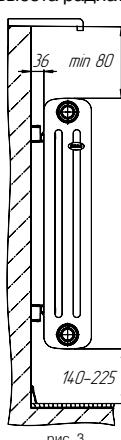

рис. 3
2.7. Для оптимальной теплоотдачи радиатора кронштейны должны обеспечивать положение прибора согласно рис. 3. Для крепления радиатора к полу в местах, где настенные кронштейны установить невозможно, используют напольные кронштейны рис. 1-2. Напольные кронштейны серийно производятся для 2-х и 3-х колончатых радиаторов. Напольные кронштейны в комплектацию не входят и приобретаются отдельно.
Минимальные расстояния от подоконника и/или пола приведены на рис. 3. Расстояние от стены обеспечивается конструкцией кронштейна.
- 2** Снимите размеры «А» и «В» рис. 15. Выполните разметку основания на стене. Для оптимальной теплоотдачи расположите прибор согласно схеме установки радиаторов рис. 3.